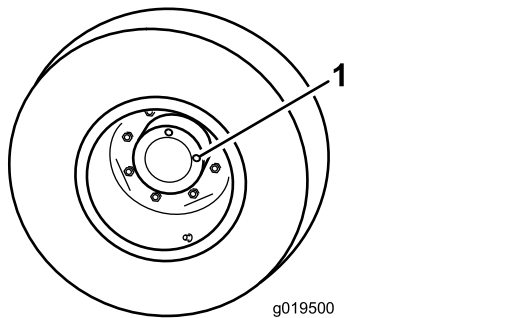

Figura 54
- Con la máquina en una superficie nivelada, coloque la rueda con un tapón de verificación en la posición de las 12 y el otro en la posición de las 3 (Figura 54).
- Tapón de verificación/drenaje (2)
- Retire el tapón de la posición de las 3 (Figura 54).